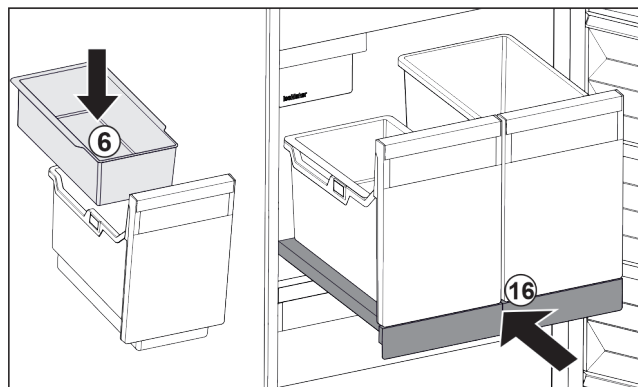

Fig. 124
- Inserire la vaschetta da agganciare Fig. 124 (6) per i cubetti di ghiaccio.
- Inserire il ripiano estraibile con il contenitore (IceTower). Fig. 124 (16)